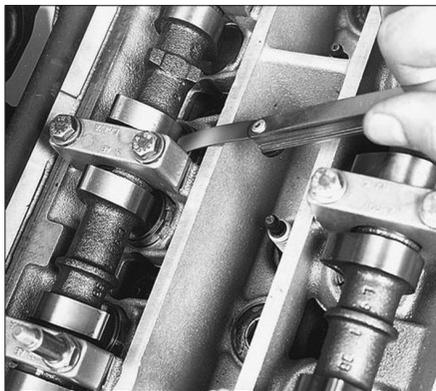

Fig. 7
- A l'aide d'un jeu de cales d'épaisseur, contrôler, pour le cylindre n° 4, le jeu aux soupapes d'admission et d'échappement, entre le dos de la came et le poussoir pour chacune des 4 soupapes (Fig.7).